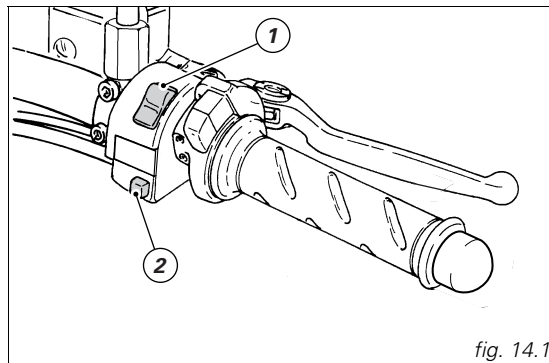

fig. 14.1
1) Se il codice viene riconosciuto, la spia (6, fig. 4), posta sul quadro strumenti, emette un breve lampeggio; il sistema di protezione ha riconosciuto il codice della chiave e disattiva il blocco motore. Premendo il pulsante START (3, fig. 14.1), il motore si avvia;
## **Commutatore destro** (fig. 14.1)